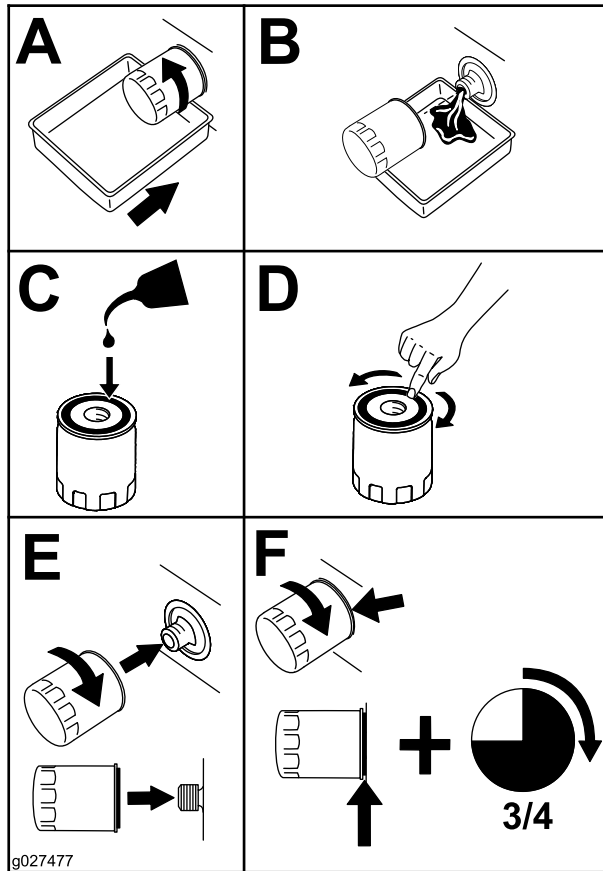

Figura 43
2. Cambiate il filtro dell'olio del motore (Figura 43).